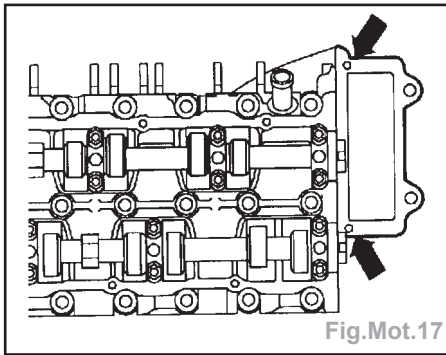

Fig.Mot.17
- Débarrasser les trous de Ø 3 mm dans le joint de culasse du produit d'étanchéité usagé (flèches) (Fig.Mot.17).